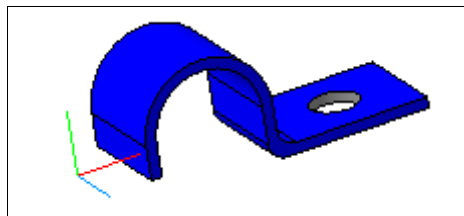

Рис. 22.11. Листовая деталь Скоба
При построении листовой детали на основе разомкнутого эскиза можно сразу получить деталь в согнутом состоянии нужной формы и размеров. В таком случае начальные сгибы формируются на основе вершин и дуг эскиза листового тела. Построение листовой детали на основе разомкнутого эскиза показано на примере детали Скоба (рис. 22.11):
- ♦ в Дереве модели выделите элемент **Плоскость XY** и на этой плоскости создайте эскиз скобы, как на рис. 22.11;